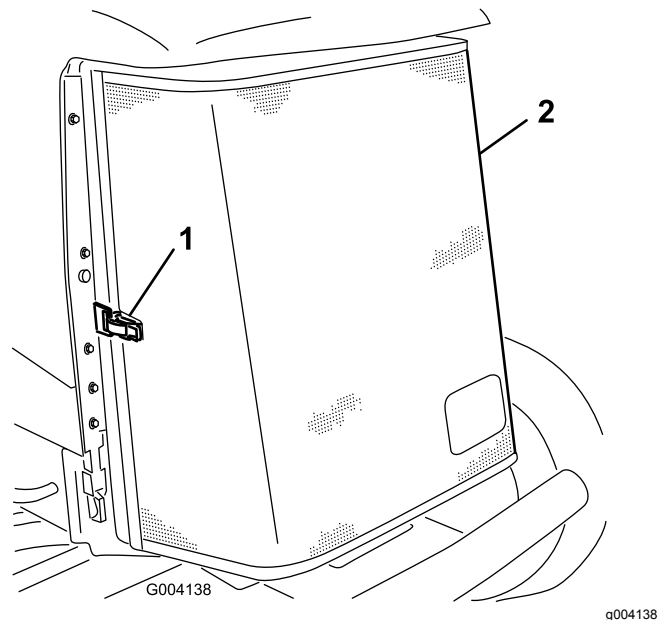

Bild 79
3. Entriegeln Sie den Riegel und drehen Sie das hintere Gitter auf (Bild 79).